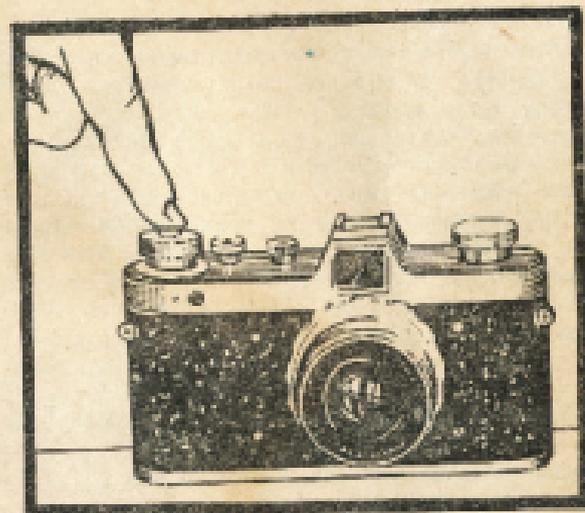

Рис. 10
Для установки указателя нажмите пальцем на зубчики диска (2), как показано на рис. 10 и, поворачивая его, подведите знак палочки к штриху чувствительности.